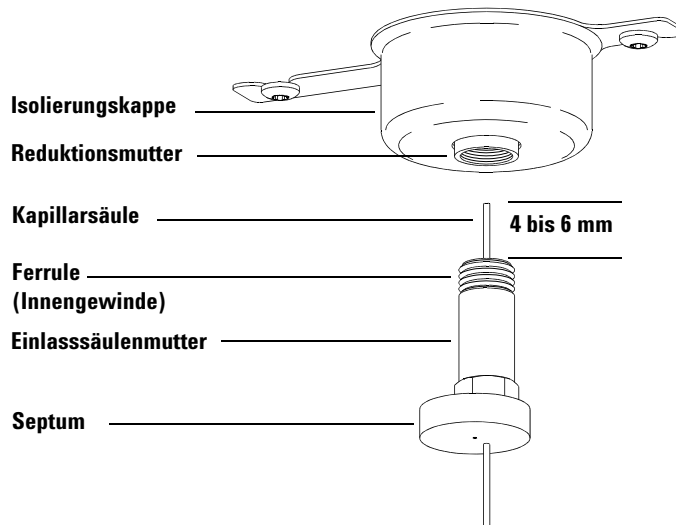

Abb. 8 Installieren einer Kapillarsäule für einen Split-Einlass/splitlosen Einlass
- 2 Positionieren Sie die Säule so, dass sie 4 bis 6 mm über das Ende der Ferrule hinaussteht (Abb. 8).